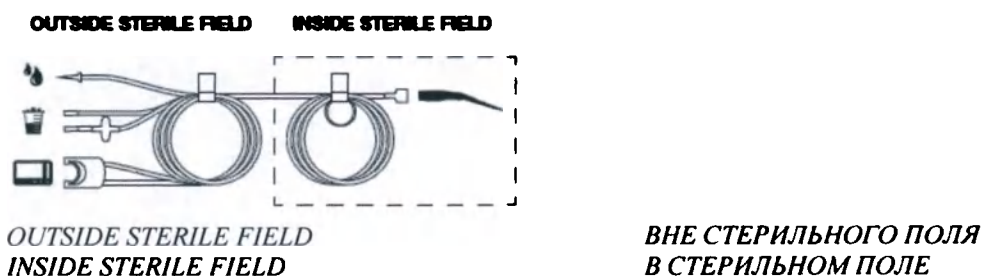

Рисунок 87 — Пучки трубок кассеты для аспирации и ирригации
- Внешняя упаковка позволяет осуществлять асептический перенос двух видов: (1) открыть и уронить/вывалить содержимое или (2) открыть и подставить/вынуть из упаковки.
5. Пропустите пучок трубок с кассетой, ирригационной иглой и коннекторами трубок аспирационной канистры за пределы стерильного поля по направлению к консоли (рисунок 87).